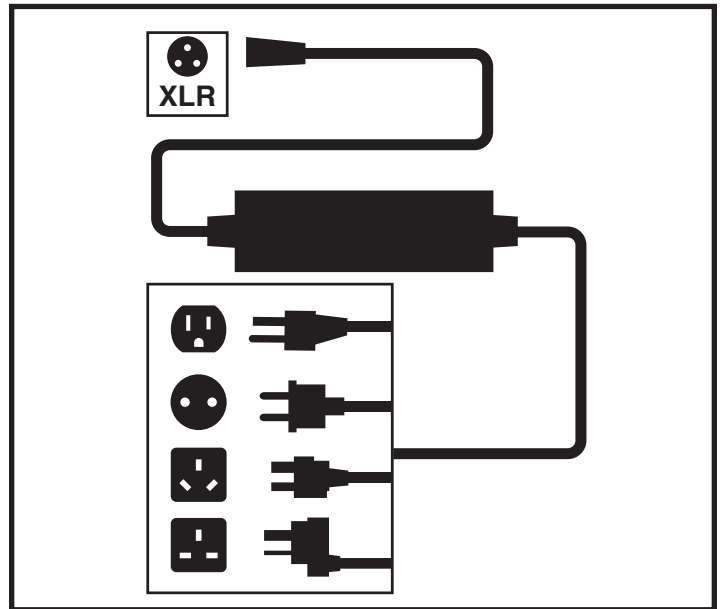

Figure 12. Recharge des batteries
3. Branchez le connecteur à 3-fiches du câble du chargeur externe dans le réceptacle de programmation/chargeur sur le contrôleur. **Voir la figure 12.**